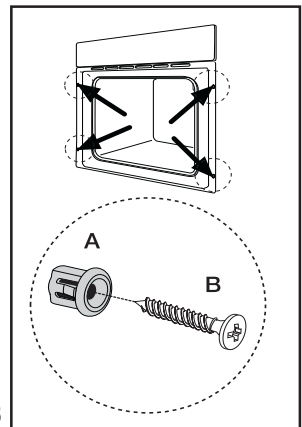

Abb. 28
2. Die vier mit dem Gerät mitgelieferten Abstandhalter in die Bohrungen des Rahmens einsetzen (Abb. 28 - A) und den Backofen mit vier Holzschrauben am Möbel befestigen (Abb. 28 - B).